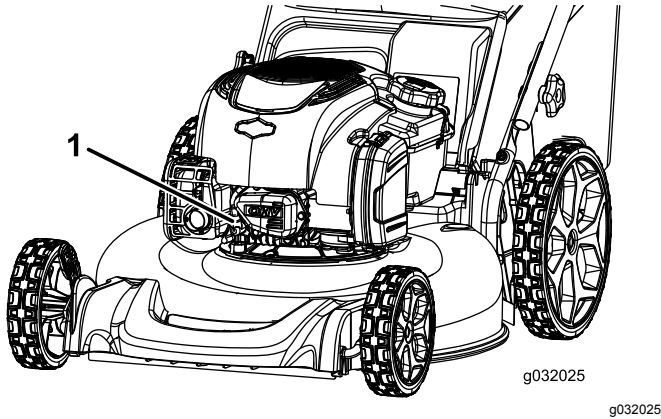

Bild 24
2. Ziehen Sie den Kerzenstecker von der Zündkerze ab (**Bild 24**).